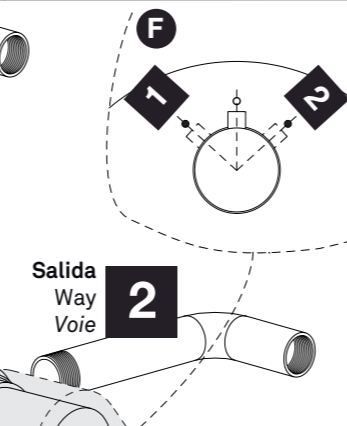

Fig. 11.2
8) Abra la válvula, gire el inversor y compruebe si hay fugas en las conexiones señaladas (Fig. 11.2).
8) Open the valve, turn the diverter to their different positions and check for possible water leakages in the signaled connections (Fig. 11.2).
8) Ouvrez la vanne, tournez l'inverseur et vérifiez s'il y a des fuites au niveau des raccords signalés (Fig. 11.2).